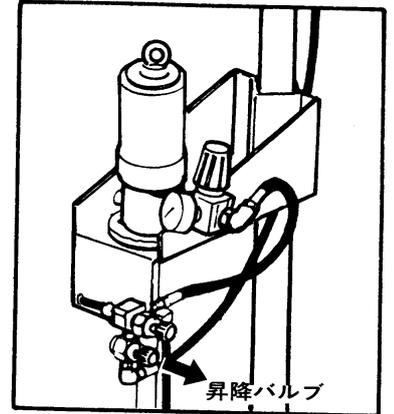

Fig.3
- 1) 昇降バルブのボタンを手前に引くとリフトは上昇します。（Fig.3）